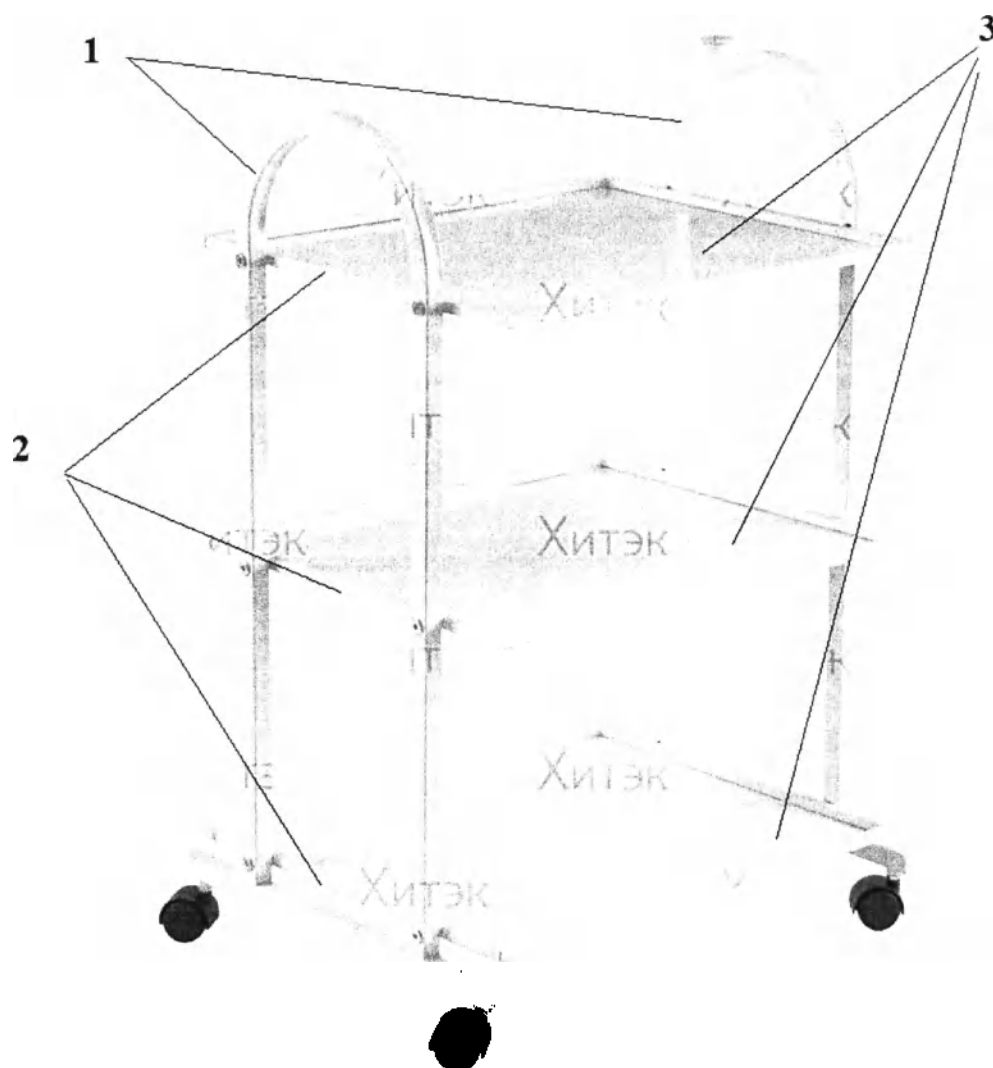

Рисунок 1 – Схема сборки столика СП-МИНИ, артикул СК-СПМ
- 1 Перед началом сборки следует внимательно изучить схему сборки изделия (рисунок 1). При креплении деталей проверять их положение на схеме сборки и соответствие диаметров отверстий на деталях с крепежом. Соблюдать меры предосторожности. Комплектность изделия соответствует таблице 1 руководства по эксплуатации.